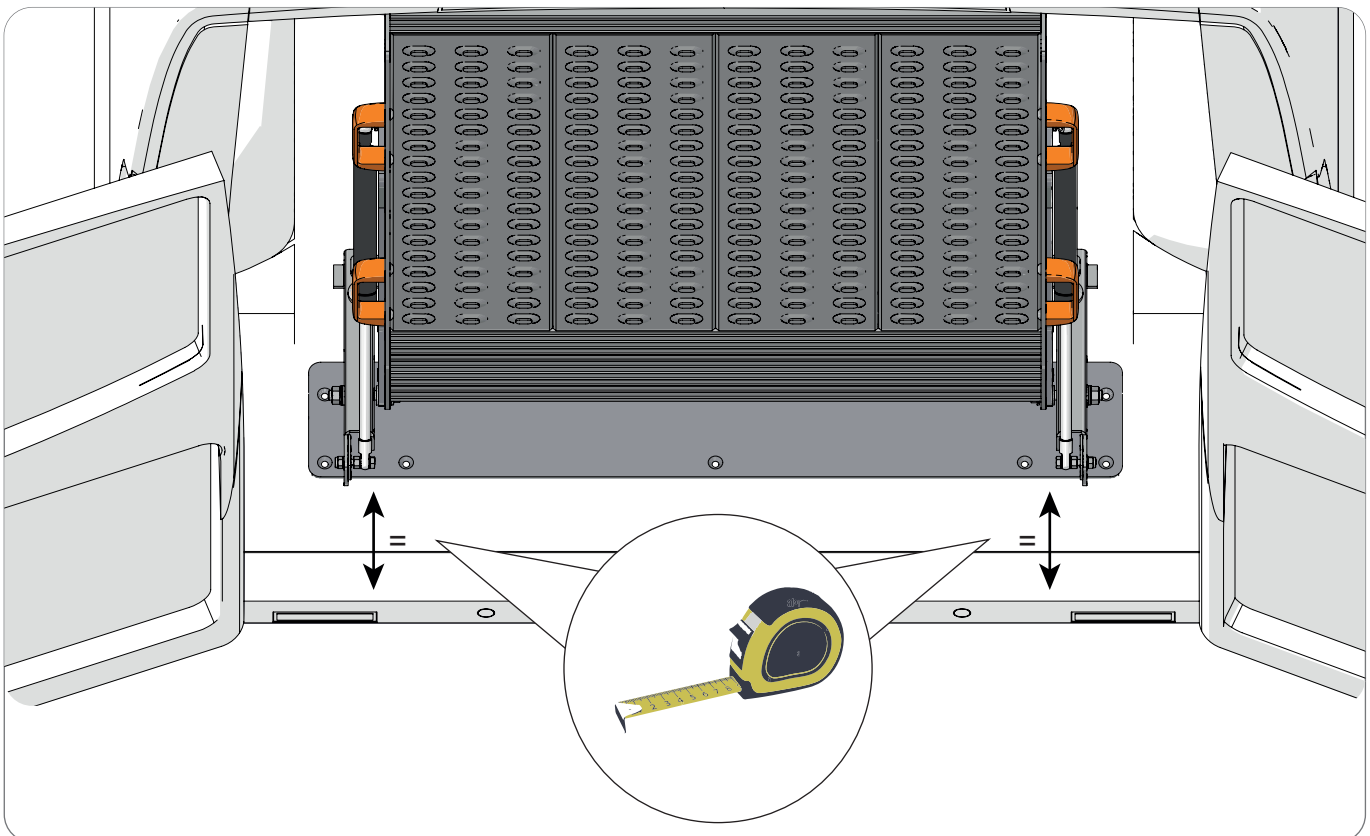

Fig. 2.7
Inserire ai lati della base della rampa (già posizionata correttamente, vedi anche Fig.2.7) i due supporti (5) come illustrato.